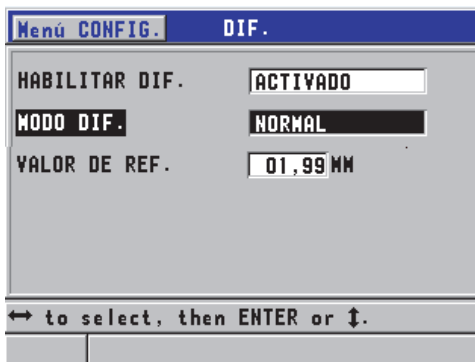

Figura 7-2 Pantalla DIF
2. En la pantalla **DIF**. (véase la Figura 7-2 en la página 147):